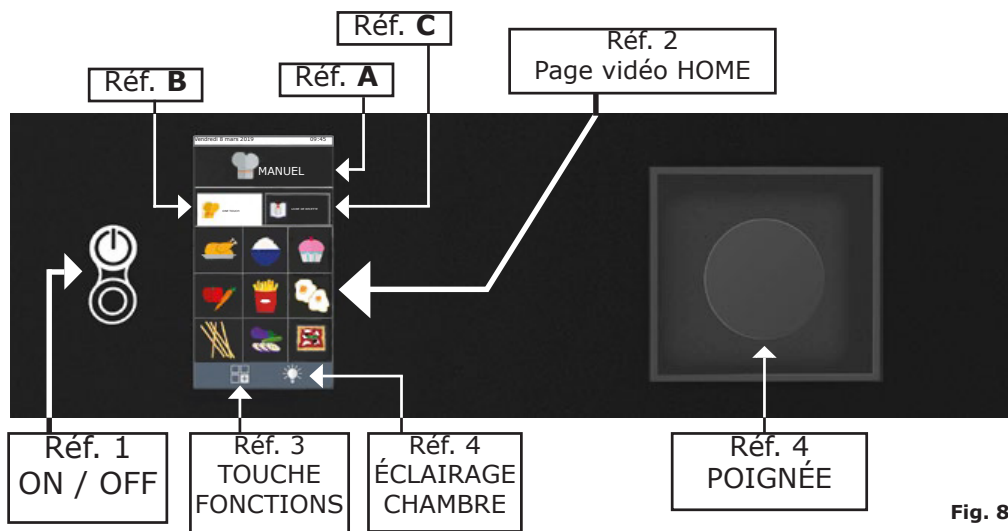

Fig. 8
Allumer le four avec la touche « **ON / OFF** » **Réf. 1 Fig.8.**
- En appuyant sur la touche (**Fig.8-Rif.4**) la lumière de la chambre de cuisson s'allument et s'éteignent automatiquement au bout de 45 secondes si elles ne sont pas éteintes avant en appuyant de nouveau sur la touche.